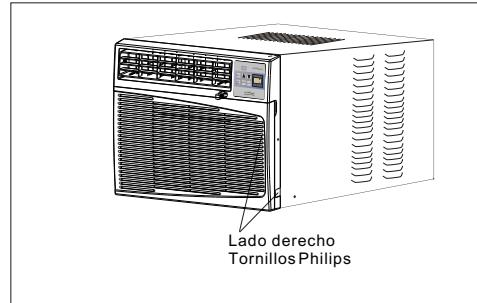

Fig. 1
NOTA: conserve la caja de la unidad y los materiales de empaque para almacenarla o transportarla en el futuro. Antes de instalar la unidad compare el contenido del juego de herramientas con la lista de control del modelo correspondiente. Consulte las siguientes listas (Fig. 1).
(Fig. 1)
A. Quite los 4 tornillos Philips que sujetan el armazón al gabinete. Hay 2 tornillos de cada lado. Los tornillos que están más cerca del frente de la unidad sujetan el panel frontal al gabinete. Los tornillos que están más cerca de la parte trasera de la unidad sujetan el gabinete al armazón. Vea la (Fig. 1).
B. Asegure la rejilla frontal al gabinete con los tornillos Philips que quitó anteriormente (Fig. 1).